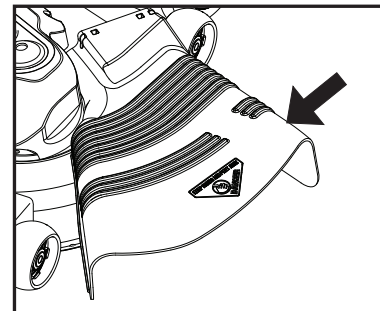

Fig. 13
**PRECAUCIÓN:** No opere la segadora sin, ya sea, el recogedor de césped completo en las segadoras así equipadas o con la protección contra la descarga en su lugar (Vea Fig. 13).